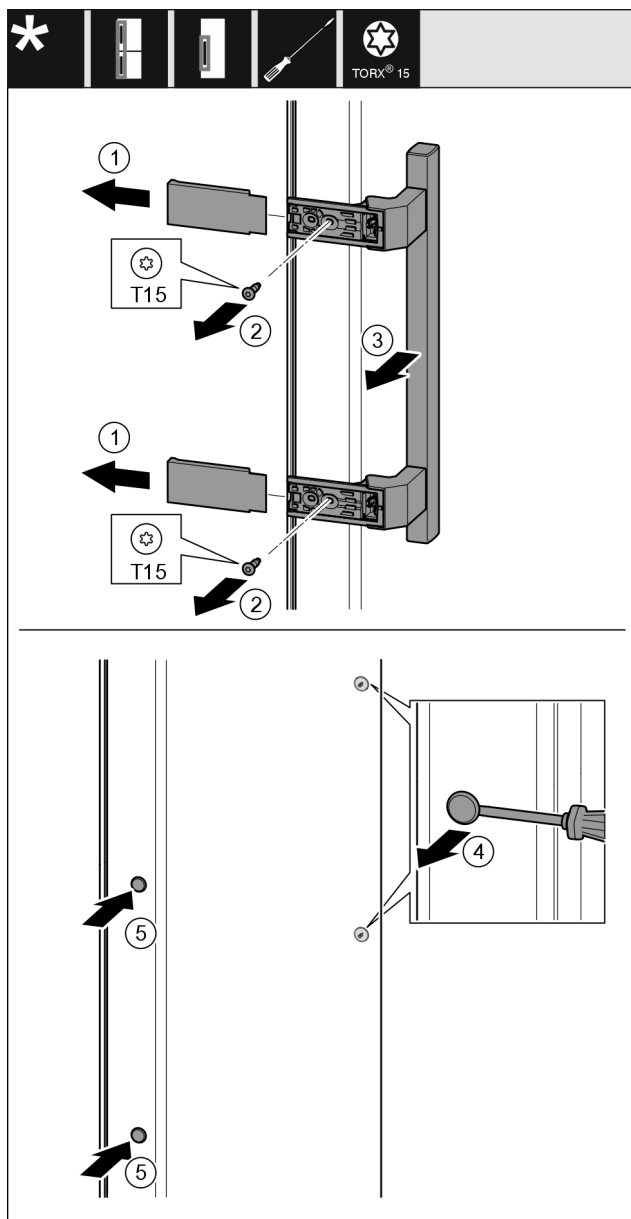

Fig. 21
- ▶ Снимите крышку Fig. 21 (1).
- ▶ Выкрутите винты Fig. 21 (2) отверткой.
- ▶ Снимите ручку Fig. 21 (3).
- ▶ Осторожно приподнимите шлицевой отверткой боковую заглушку Fig. 21 (4) и извлеките ее.
- ▶ Снова установите заглушку Fig. 21 (5) с другой стороны.